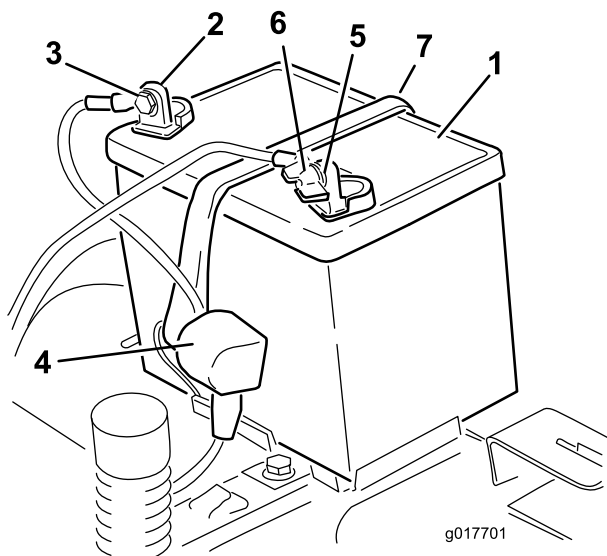

Figura 45
- Desconecte el cable negativo de tierra (negro) del borne de la batería (Figura 45).
- Desconecte el cable positivo (rojo) del borne de la batería (Figura 45).
- Retire la correa de sujeción de la batería (Figura 45) y levante la batería para retirarla de su bandeja.
- Coloque la batería en la bandeja (Figura 45).
- Fije la batería con la correa de sujeción (Figura 45).